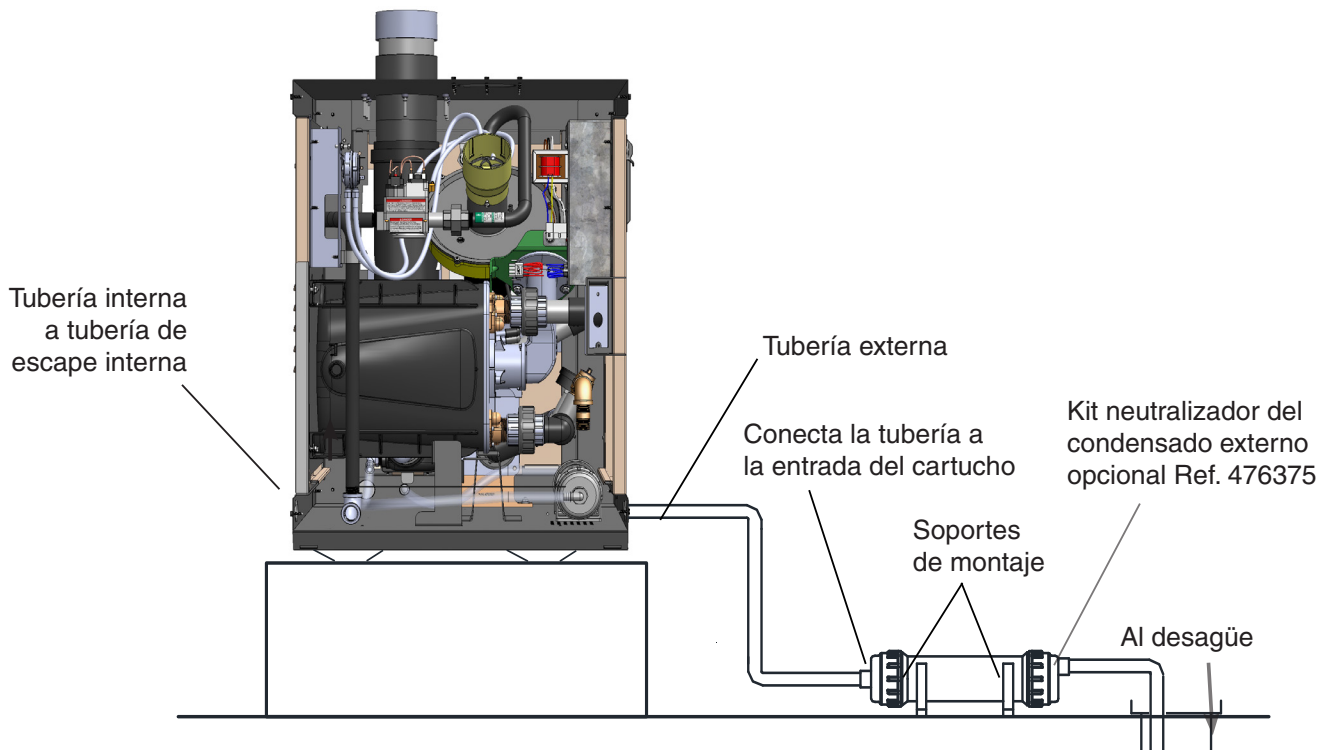

Figura 32. Cartucho neutralizador externo para instalación del calentador en interior
4. **Instalación del calentador en interior (Figura 32, véase la siguiente página):** Monte el cartucho neutralizador en el suelo, cerca del lateral del calentador. Asegúrese de que la tubería atraviese el soporte antes de abandonar el calentador para conectarse al cartucho. Esto garantizará que hay un sifón para el gas de combustión.